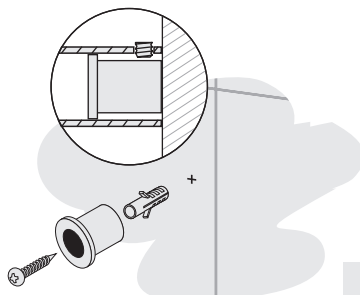

Рис. 3
4.1.4. В полученных метках сделать отверстия диаметром 6 мм и произвести монтаж шайб скрытого крепления к стене с помощью саморезов и дюбелей (рис. 3).
ВНИМАНИЕ! Шайбы скрытого крепления разные. Для верхнего крепления шайбы длиннее это необходимо для монтажа полотенцесушителя при скрытом подключении. Длинные шайбы скрытого крепления позволяют при установке отодвинуть полотенцесушитель от стены для удобства соединения его к скрытой проводке. Шайбы необходимо монтировать к стене плоскостью меньшего диаметра (рис. 3).
- 4.3.4. В полученных метках сделать отверстия диаметром **6 мм** и произвести монтаж шайб скрытого крепления к стене с помощью саморезов и дюбелей, шайбы необходимо монтировать к стене плоскостью меньшего диаметра (см. рис. 3).